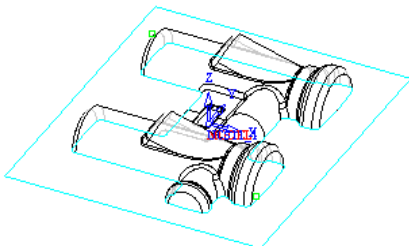

图 2-173 文件调入
1) 启动 Cimatron E9.0。启动 Cimatron E9.0，选择下拉菜单“文件”→“打开文件”命令，弹出“Cimatron Explorer”对话框，选择“exercise08nc.elt”（“随书光盘：\Chapter02\exercise08\uncompleted\exercise08nc.elt”）文件；单击 Load 按钮，完成文件调入，如图 2-173 所示。